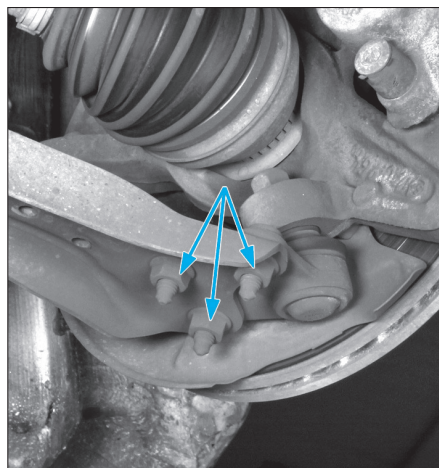

FIG. 48
- A l'aide de l'outil [1], décoller la tête de biellette de direction (2) du levier de direction.
- Déposer les vis (Fig.48).